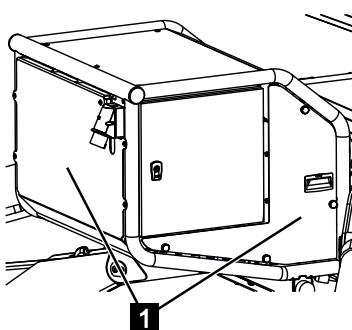

Abb. 199
2. Abdeckhauben (Abb.199/1) abschrauben.